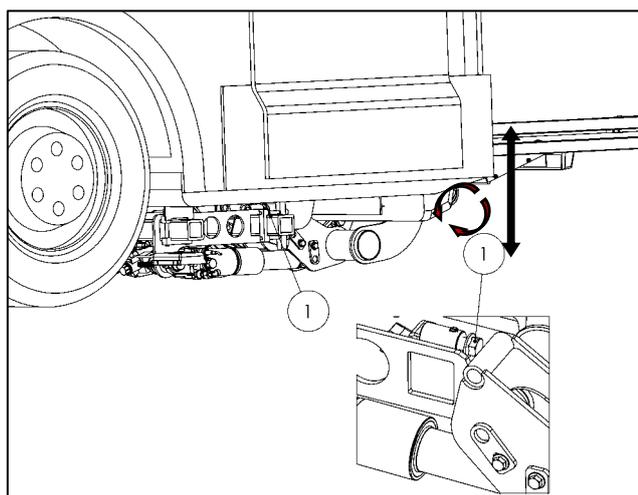

Fig. 69
- Utilice el tornillo de ajuste (1) para ajustar la altura de elevación (ver Fig. 69)